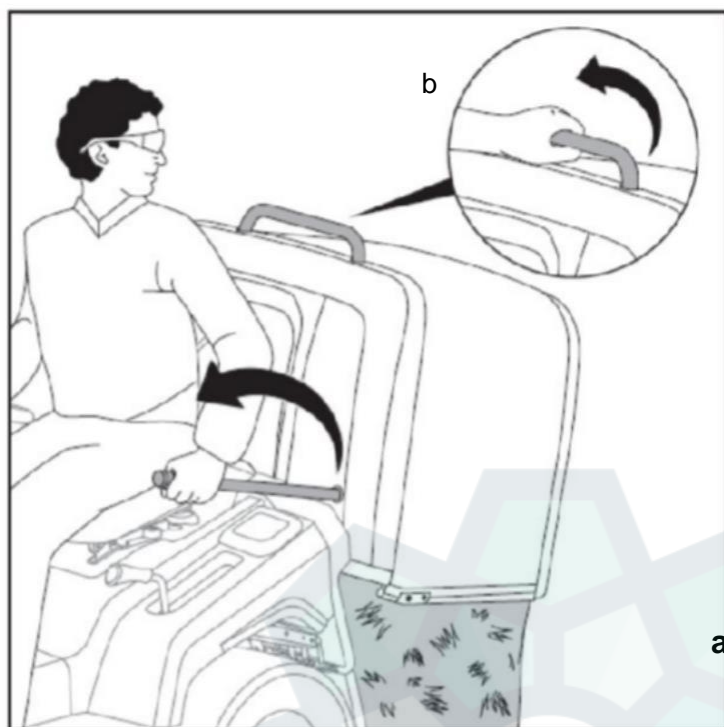

Рис. 22
3. Потяните рычаг высыпания травы (а) или возьмитесь за заднюю ручку (b) и наклоните травосборник, чтобы опорожнить его (Рис. 22).